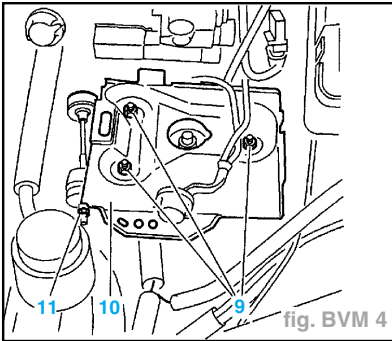
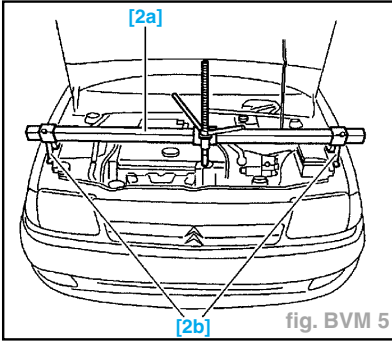
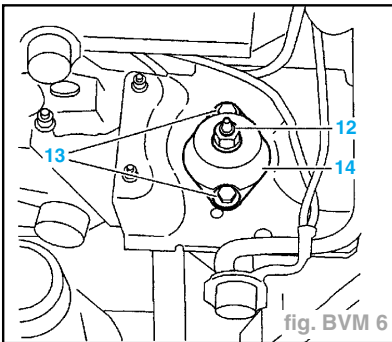
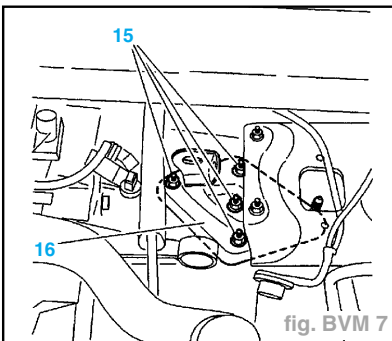

fig. BVM 4
fig. BVM 5
fig. BVM 6
fig. BVM 7
- Déposer (fig. BVM 4) :
- les écrous (9),
- le support de batterie (10).
- Desserrer l'écrou (11).
- Mettre en place l'outil [2a] ; [2b] (traverse 4090-T) (fig. BVM 5).
- Déposer (fig. BVM 6) :
- l'écrou (12),
- les vis (13),
- le silentbloc (14).
- Déposer (fig. BVM 7) :
- les écrous (15),
- le support (16).
- Poser (fig. BVM 7) :
- le support (16),
- les écrous (15).
- Poser (fig. BVM 6) :
- le silentbloc (14),
- l'écrou (12).
- Déposer les outils [2a] et [2b] (fig. BVM 5).
- Serrer l'écrou (11) (fig. BVM 4).
- le support de batterie (10),
- les écrous (9).